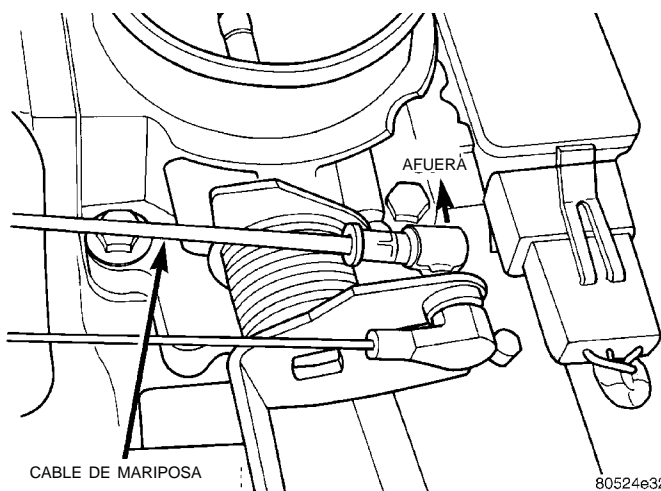
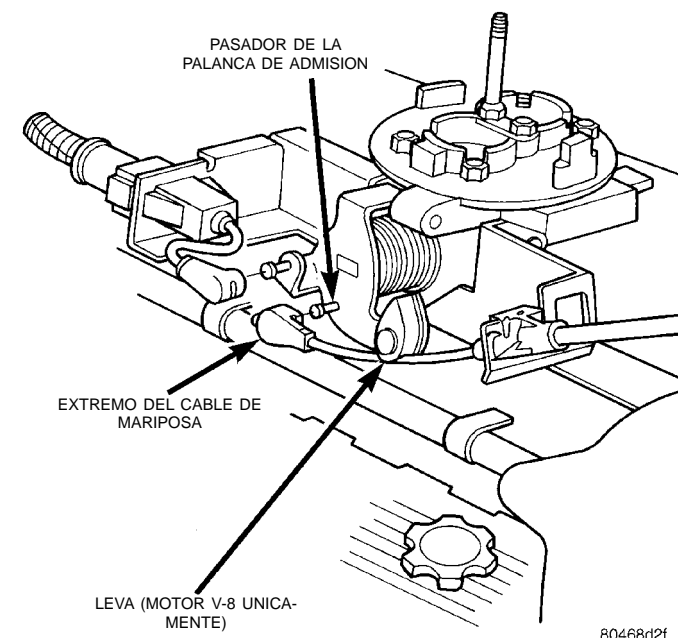

Fig. 42 Cable de mariposa en el cuerpo de mariposa—Motor de 4.0L
Fig. 43 Cable de mariposa en el cuerpo de mariposa—Motores de 5.2L/5.9LV-8
(5) Retire el asiento del extremo de la rótula de la articulación del cuerpo de mariposa (Fig. 42) o (Fig. 43) (sale a presión).
(6) Motor de 4.0L: Retire el cable de la mariposa del soporte de instalación del cuerpo de mariposa, oprimiendo las lengüetas de retención y empujando